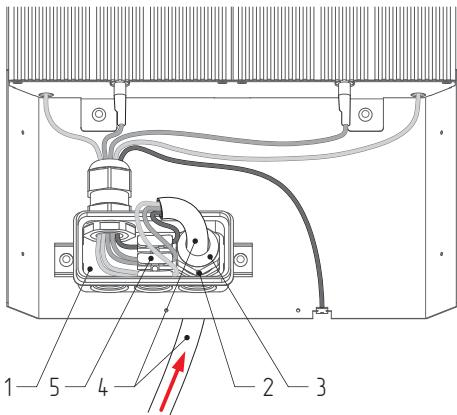

Рисунок 7.
7.4.2. Открутить полукруглую гайку гермовода, пропустить разделанный питающий кабель в гермоввод (см. рис. 7).